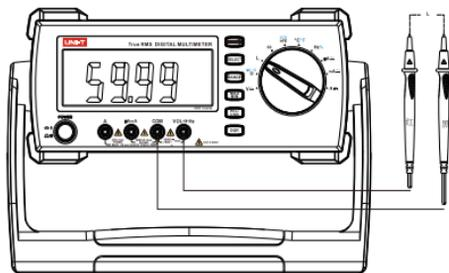

图4
- a) 将红表笔插入"L"插孔，黑表笔插入"COM"孔(如图4)。